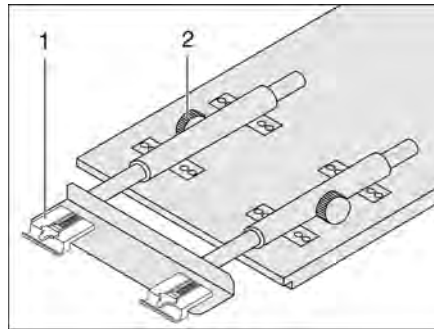

Bild 93 Hängetisch vergrößern
- Die Rändelschrauben (Bild 93,2) lösen.
- Die Tischplatte vorn leicht anheben und bis zum Anschlag herausziehen. Die Tischverlängerung (Bild 93,1) ist ganz ausgezogen.
- Die Tischplatte vorn leicht anheben und bis zum Anschlag zurückschieben. Die Tischverlängerung (Bild 93,1) ist ganz eingeschoben.